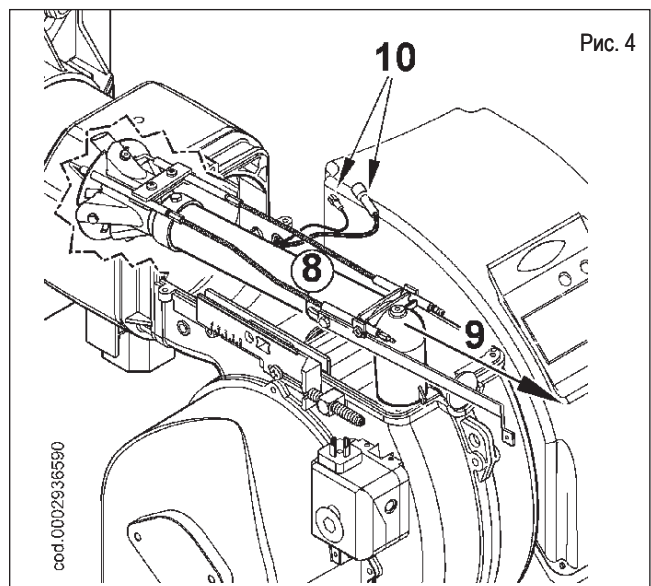

Рис. 4
- 4) Отсоединив провод розжига и ионизации (10) от соответствующих электродов, полностью выньте узел смещения в направлении, указанном стрелкой (9) (рисунок 4).